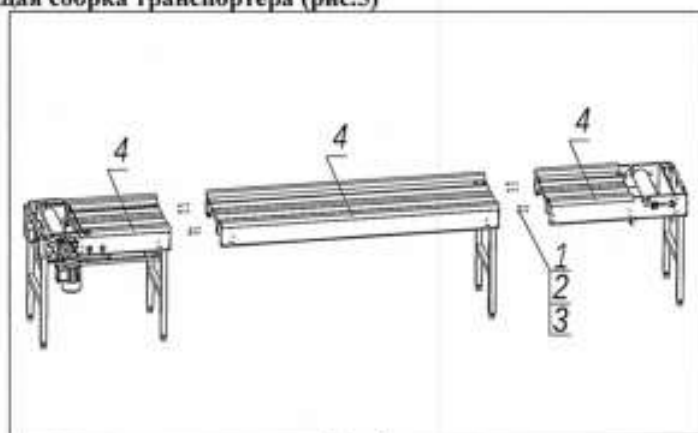

Рис.5
5.1. Общая сборка транспортера (рис.5)